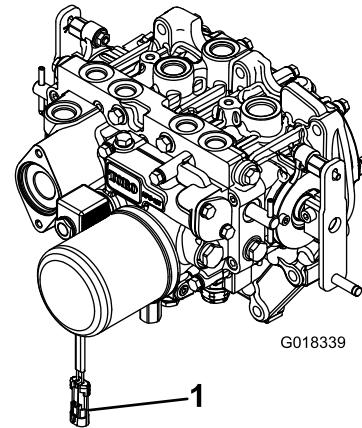

Figura 3
2. Scollegate il connettore del cablaggio preassemblato dal connettore della bobina della valvola del solenoide PDF (Figura 3).
8. Una volta collegata l'altra estremità dell'albero di trasmissione all'albero della scatola degli ingranaggi dell'accessorio, collegate il connettore del cablaggio preassemblato al connettore della bobina della valvola del solenoide PDF (Figura 3).